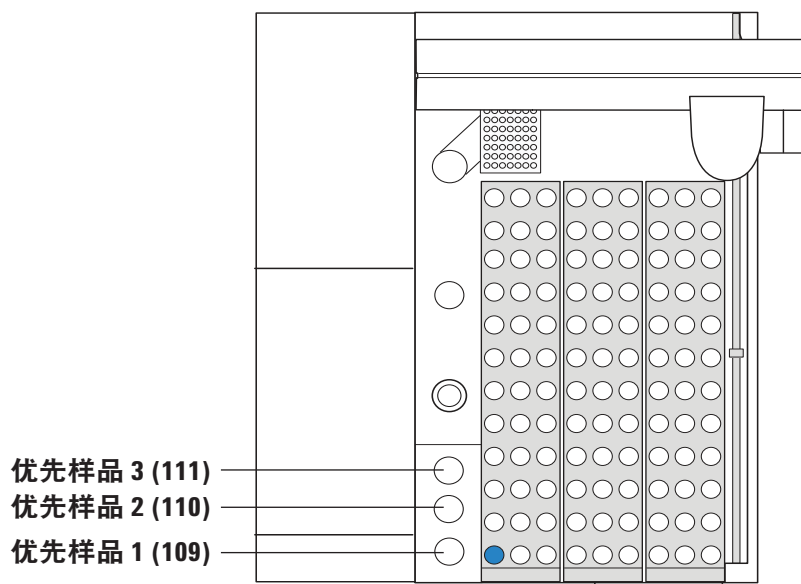

图 15 优先样品位置
- 2 将新样品瓶放在下一个优先样品位置上。从优先样品位置 1 开始。请参见图 15。